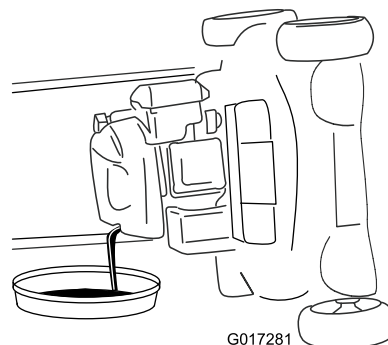

Рисунок 30
- Для слива отработанного масла через маслозаливную горловину переверните машину набок (чтобы воздушный фильтр был сверху) (Рисунок 30).